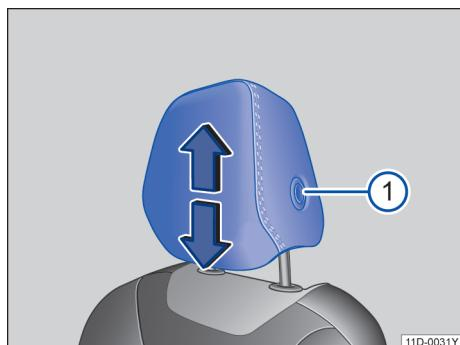

图 64 调整前排头枕
- 按住按钮→图 64(1)，同时沿箭头方向上推或下压头枕即可将头枕调整至合适高度→▲。